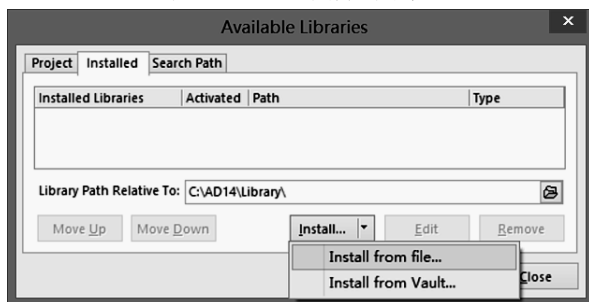

图 9-7-24 选择 Install from file...加载库
(3) 单击可用库对话框中 Installed 标签，然后单击【Install...】旁的下拉菜单按钮，在弹出的两个选项中选择 Install from file...加载库，如图 9-7-24 所示。